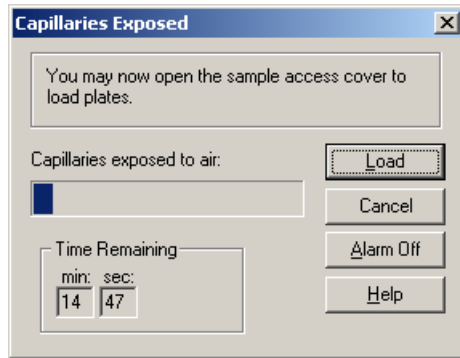

图 1.19 毛细管暴露对话框
5. 单击 **Unload**（卸载）。系统将显示 Capillaries Exposed（毛细管暴露）对话框（图 1.19）。